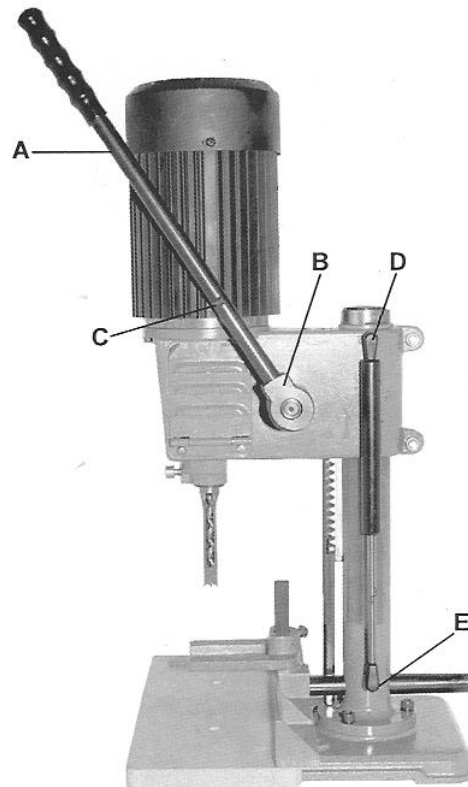

Fig 1
Visser le levier (A, Fig 1) avec une clé à fourche (C) dans la pièce d'accouplement (B).